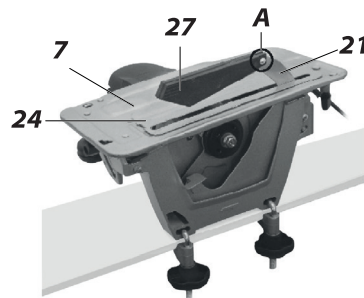

Рис. 6
**г)** Для проведения мелких стационарных работ пила устанавливается на горизонтальной поверхности верстака на неподвижный кожух и основную ручку так (Рис. 6). Фиксация на верстаке осуществляется с помощью отверстий (14) струбцинами (входящие в комплект).
1. Проверьте исправность пильного диска, наличие и правильность установки расклинивающего ножа (21) (Рис. 6).
3. Зафиксируйте пилу на горизонтальной поверхности прочного верстака или стола струбцинами (22) так, как показано на рис. 6.
4. Ручкой (10) отведите нижний защитный кожух, установите накладку стола (24) и зафиксируйте ее на столе винтом М4 из комплекта крепежа (23). Отпустите ручку защитного кожуха.
5. Установите дополнительный защитный кожух (27) на расклинивающий нож с помощью оси (А) (см. Рис. 6), вставив ее в отверстие кожуха и ножа. Зафиксируйте ось шплинтом из комплекта крепежа. Убедитесь, что дополнительный кожух может свободно подниматься и опускаться вокруг оси.
**ВНИМАНИЕ!** Струбцины (22) (Рис. 7), накладка стола (24) с ее винтом, дополнительный защитный кожух (27) (Рис. 6), ось (А) и ее шплинт используются только при стационарной работе пилы.